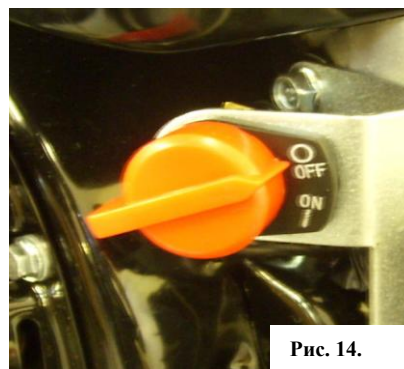

Рис. 14.
2. Установить пусковой выключатель в положение "Включено" ("ON"/I). См. Рис. 14.
1. Установить рычаг управления дроссельной заслонкой (поз. 2) влево (в положение «Черепашка» (3)).
2. Установить пусковой выключатель в положение "Выключено" ("OFF"/0). См. Рис. 14.